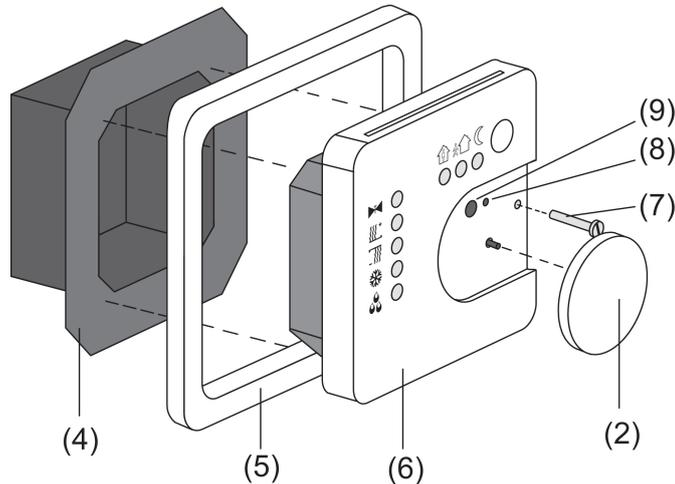
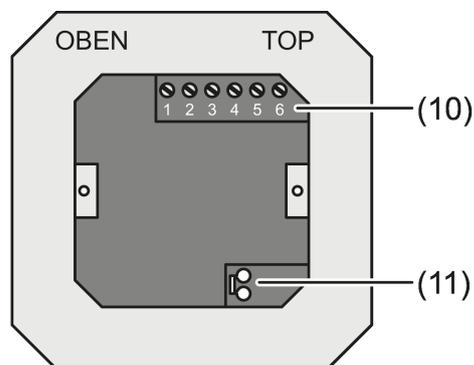
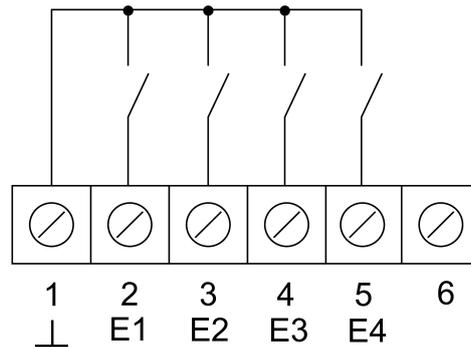
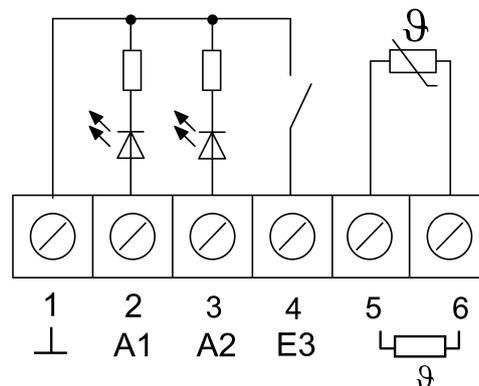

рисунок 2: Конструкция прибора
рисунок 3: Клеммный блок
рисунок 4: Подсоединение бинарных входов
рисунок 5: Подсоединение бинарных выходов
- (4) Клеммный блок
- (5) Декоративная рамка
- (6) Электронная насадка
- (7) Фиксирующий винт
- (8) Светодиод программирования
- (9) Кнопка программирования
- Клеммный блок (4) и электронную насадку (6) отсоедините друг от друга (см. рисунок 2).
- Провод шины подсоедините к соединительной клемме (11) в клеммном блоке (см. рисунок 3).
- Бинарные входы **E1...E4**: подсоедините оконные контакты, замыкающие или размыкающие контакты к клеммам **1** и **2...5** (см. рисунок 4) клеммной колодки (10) (см. рисунок 3) в качестве переключателей или нажимных кнопок.
- Бинарные выходы **A1...A2**: подсоедините светодиод или электронное реле к клеммам **1** и **2, 3** (см. рисунок 5) клеммной колодки (10) (см. рисунок 3).
- Подсоедините внешний датчик температуры к клеммам **5** и **6** (см. рисунок 5) клеммной колодки (10) (см. рисунок 3).
- Установите клеммный блок (4) (см. рисунок 2) в монтажную коробку для скрытого монтажа. Обратите внимание на надпись **OBEN / TOP**. Подключение к шине (11) должно располагаться внизу справа (см. рисунок 3).
- Установите декоративную рамку (5) на клеммный блок (4).
- Правильно установите электронную насадку (6) в клеммный блок (4).
- Снимите установочное колесо (2).
- Закрепите электронную насадку стопорным винтом (7).
- Поставьте установочное колесо (2) на место.
Снимите установочное колесо (2) (см. рисунок 2).
- Нажмите кнопку программирования (9).